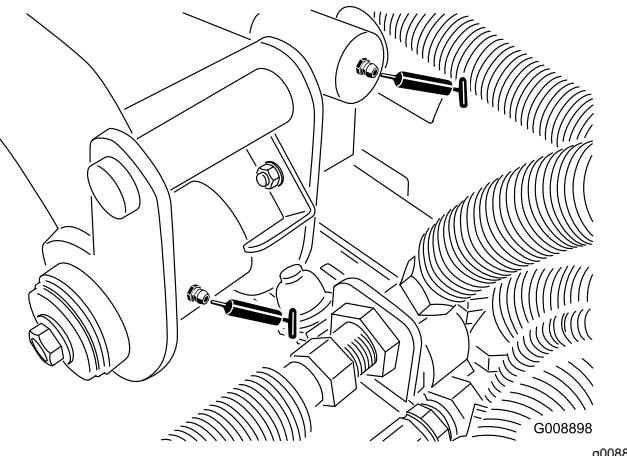

図 37
- ・ 後部昇降アームのピボットと昇降シリンダ2ヶ所図 37